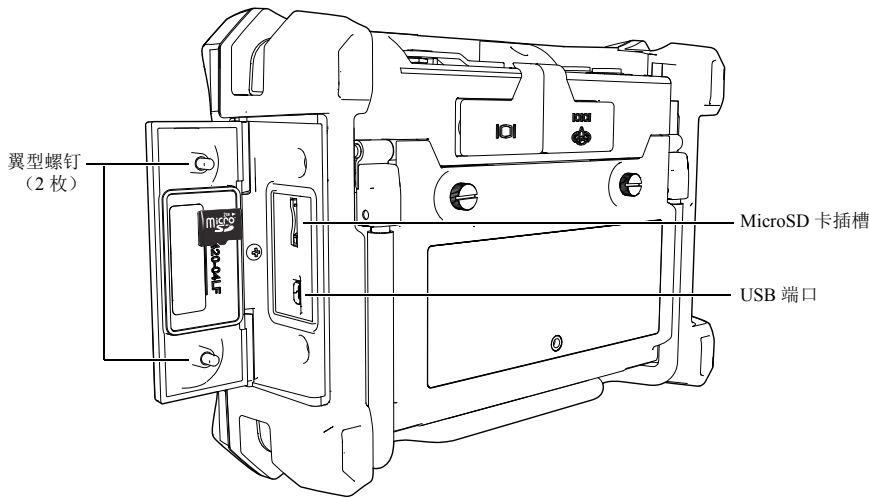

图 1-13 安装 MicroSD 卡
2. 拧松两个翼形螺钉，然后打开 NORTEC 600 的 I/O 舱盖（参见第 28 页的图 1-13）。